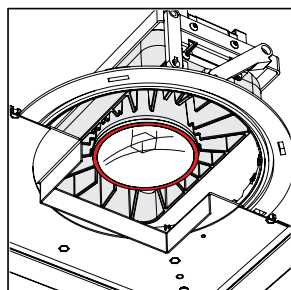

fig. 16
- Para colocar la óptica en la posición de regresión profunda, empuje la misma directamente hacia arriba. El motor de luz se bloqueará magnéticamente en su lugar (consulte la fig. 16).